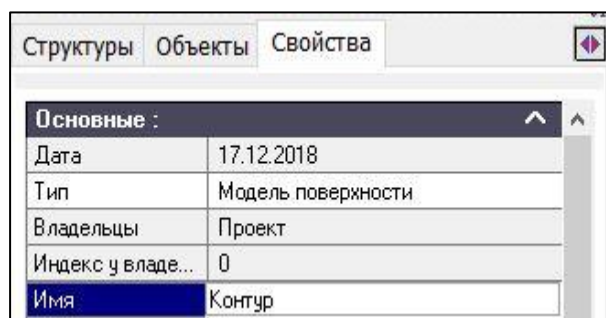

Рис. 4.3
3. В **Менеджере объектов** на вкладке **Объект** страницы **Свойства** в строку **Имя** введите имя *Контур* (рис. 4.3), нажмите **Создать**.